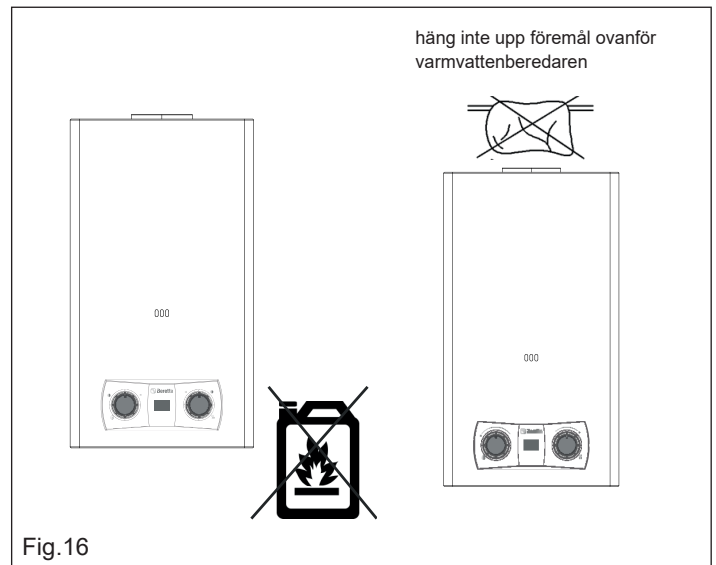

Fig.16
- Placera inte material, särskilt inte brandfarliga material, under, i närheten av eller ovanpå produkten (fig. 16) och blockera inte luftintaget (fig.13).